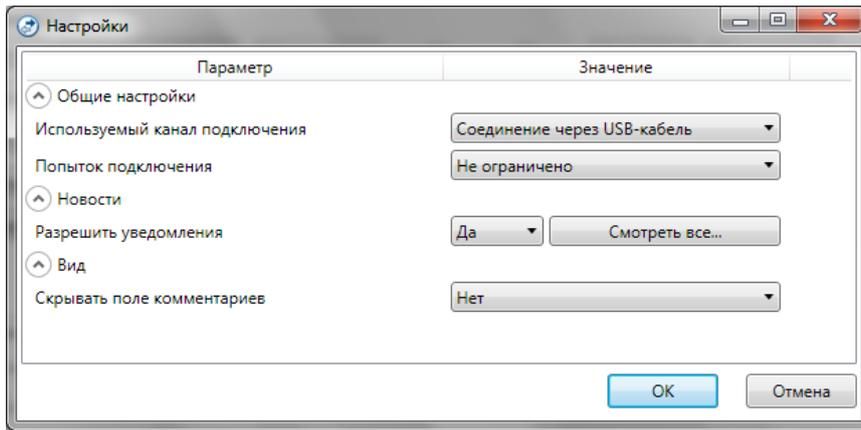

Рис. 55 Окно Настройки соединения
- ✓ Через меню *Настройки - Общие настройки* выберите канал *Соединение через USB-кабель* (рис. 55);